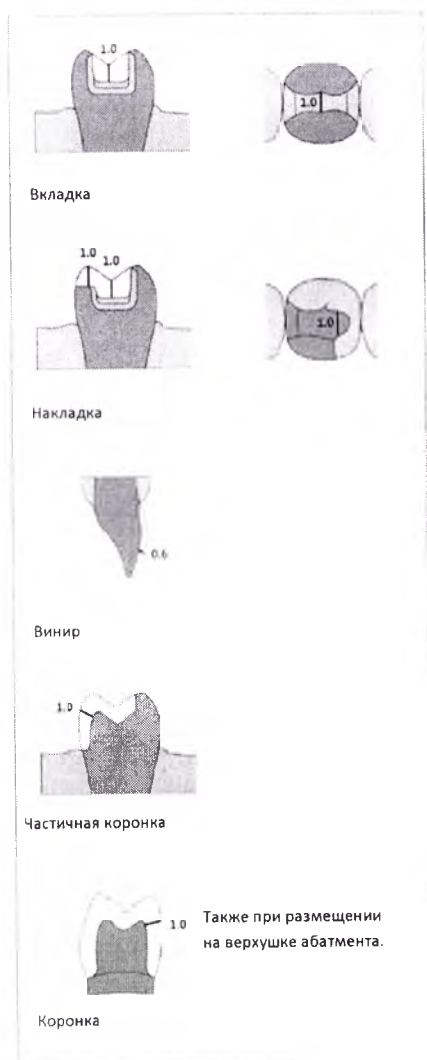

Рисунок 1: Минимальная толщина реставрационных конструкций n/se.
Для получения удовлетворительного результата готовая реставрационная конструкция n!se должна соответствовать требованиям к толщине реставрационной конструкции (см. Рис. 1).
- Соблюдать толщину стенки конструкции, установленную в руководствах (см. Рис. 1).